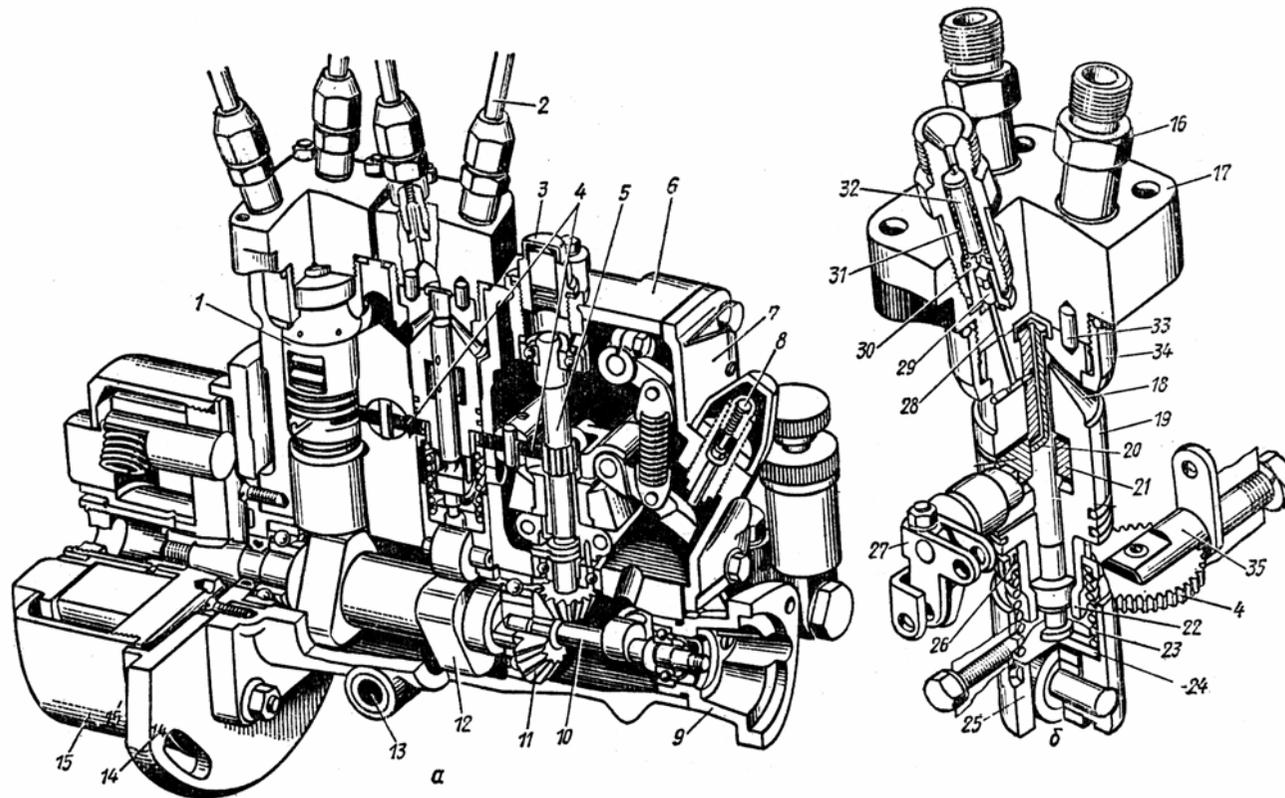

Рис. 4.12. Насос НД-22/6:
8. С помощью плаката изучите устройство и работу топливного насоса. На двигателе установлен насос НД-22-6 распределительного типа. Насос имеет две секции, каждая из которых обеспечивает работу трех цилиндров. В состав секции входит плунжерная пара - плунжер 20 (рис. 4.12) и гильза 19. На плунжер надета регулировочная муфта-дозатор 21. На гильзе 19 в верхней ее части имеются два впускных 18 и три выпускных отверстия, совмещенных с нагнетательными каналами 28. На гильзу сверху устанавливают головку 17, которую центрируют штифтом 33 и притягивают стяжной гайкой 34. В головке сделаны три сверления к гнездам, в которые вворачивают нажимные штуцера 16 с нагнетательными клапанами 30. К штуцерам крепятся топливопроводы.
1 - 37 обозначения указаны на рис. 4.12; 3 - ведомая шестерня привода регулятора; 19 - демпферная пружина; 40 - крестовина; 41 - ступица грузов; 42 - груз; 43 - муфта; 44 - ось рычагов; 45 - основной рычаг; 46 - рычаг корректора; 47 - шток корректора; 48 - серьга; 49 - главная пружина; 50 - рычаг управления регулятором; 51 - винт регулировки номинальной частоты вращения; 52 - винт минимальной частоты вращения; 53 - упор; 54 - шестерня привода вращения плунжера; 55 - тяга; 56 - рычаг привода дозатора; 57 - пружина обогатителя